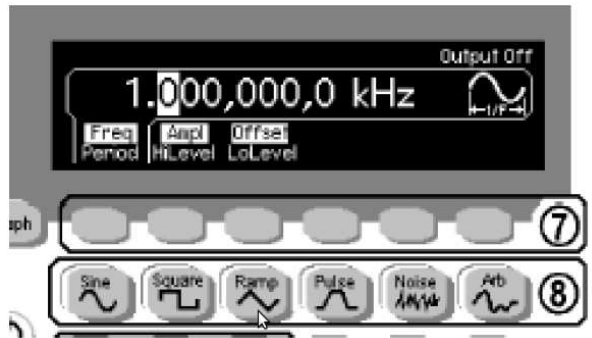

Figura 3.17: Selección de la forma de onda en el generador de señales.
La forma de la señal generada se puede seleccionar utilizando el grupo de botones (8) de forma que es posible obtener señales sinusoidales, cuadradas, rampas o de tipo ruido blanco entre otras. En la figura 3.17 se muestra un detalle de esta parte del generador de señales.